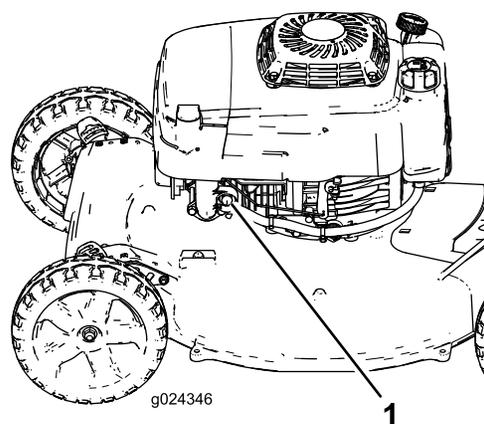

Figura 14
2. Empurre o êmbolo (**Figura 14**) que prende a lâmpada com firmeza durante um segundo.